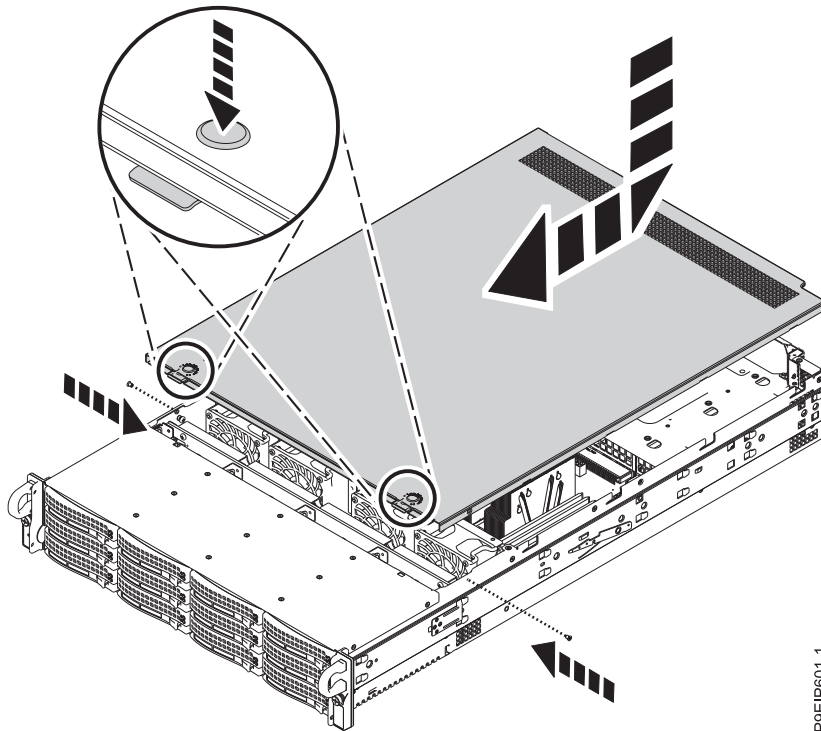

Figura 68. Sustitución y fijación la cubierta
2. Deslice la cubierta hacia adelante hasta que encaje en su sitio, como se muestra en la Figura 68 en la página 111.